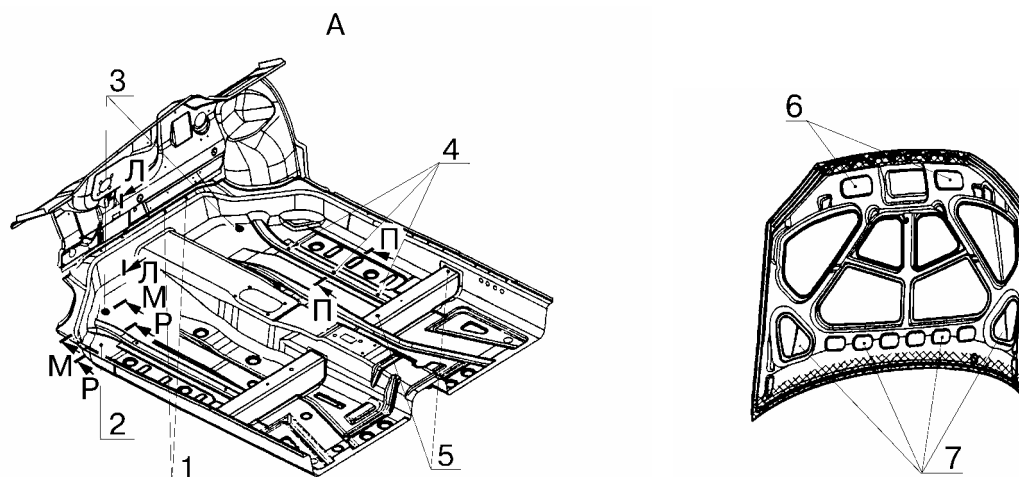

Рис.1. Места нанесения антикоррозионного материала в закрытые полости кузова автомобиля ВАЗ-11183 и полости капота:
1.2.2 Нанести антикоррозионный материал типа "Мовиль" в закрытые полости кузова, как показано на рис.1 - 4. Установка типа ВИЗА-4 (Чехия) с комплектом насадок. Норма расхода антикоррозионного материала на один кузов – 3 кг. Весы типа ВЛТ-10-1, комбинезон, шлем, респиратор, очки, перчатки. Допускается использовать другое оборудование и оснастку, обеспечивающие необходимую производительность, качество и безопасность работ.
На эскизах (рис.1 - 4) показаны места или направление нанесения антикоррозионного состава в закрытые полости одной стороны кузова. Аналогично обрабатывается и вторая (симметричная) сторона кузова. Позиции 1, 21, 29 для обработки разобранного кузова.